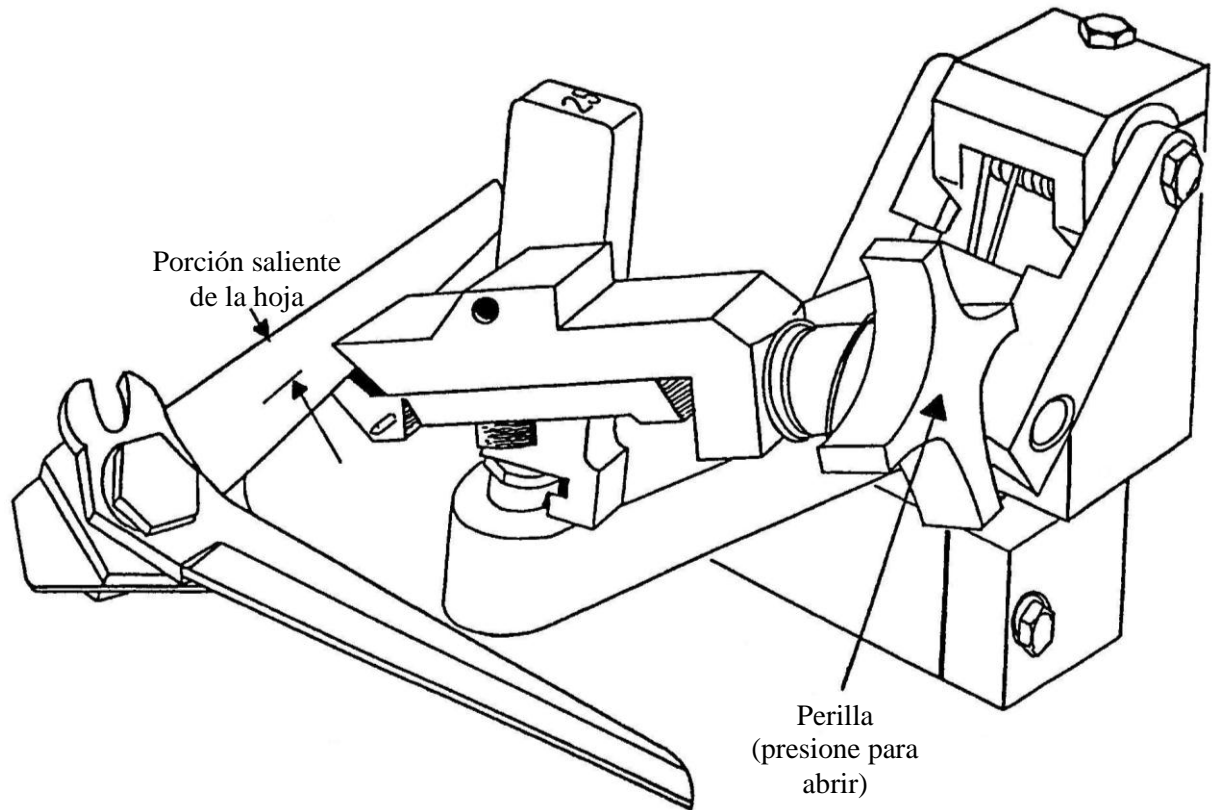

Figura 11A
La abrazadera se abre aflojando y presionando sobre la perilla. Centre la hoja de tijera en la abrazadera, como se muestra en la Figura 11A. La mayoría de las tijeras, incluyendo las Airshirz®, pueden sujetarse en la primera muesca (A). Las hojas de tijeras más grandes y anchas, así como las hojas de cizallas, pueden tener que insertarse totalmente dentro de la abrazadera hasta (B) para acomodarse bajo la guía para esmerilado, para la operación de esmerilado.
8.4.4 Sujeción de la hoja (continuación) (Vea la Figura 11A)